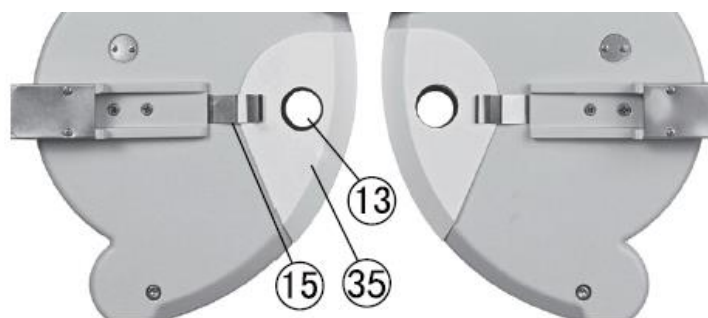

Fig.10
Fissare la visiera ③⑤ in modo che la clip della visiera ①⑤ lo prende. Quindi allineare l'apertura della visiera con l'apertura dell'esame ①③ (Fig.10).